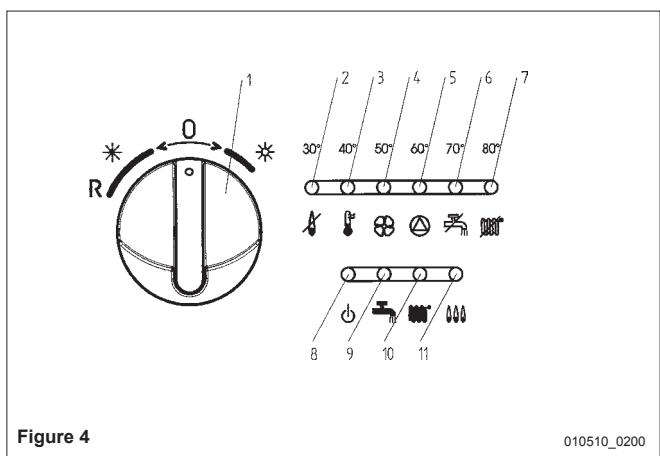

Figure 4
Il est conseillé dans ce cas de recommencer les opérations de mise en route jusqu'à l'arrivée du gaz au brûleur en mettant momentanément le bouton (1) sur le symbole (R) (voir aussi la figure 4).